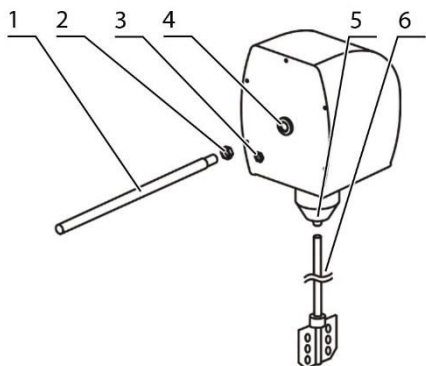

Рисунок 2. Сборка
- Накрутите гайку (рис. 2/2) на стержень крепления на горизонтальном стержне (рис. 2/1).
- Вкрутите стержень (рис. 2/1) в отверстие (рис. 2/4) на задней панели прибора. Зафиксируйте стержень гайкой, закрутив её по часовой стрелке.
- Закрепите стержень перемешивающего элемента (рис. 2/6) в зажиме (рис. 2/5) не прилагая чрезмерной поперечно-осевой силы.